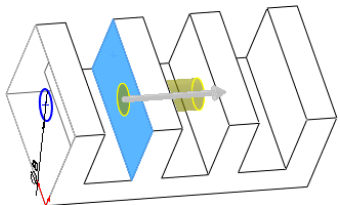

图 5-77 孔从指定一面开始延伸
- 曲面/面/基准面：从在窗口中所选择的曲面、面或基准面开始创建孔，如图 5-77 所示。